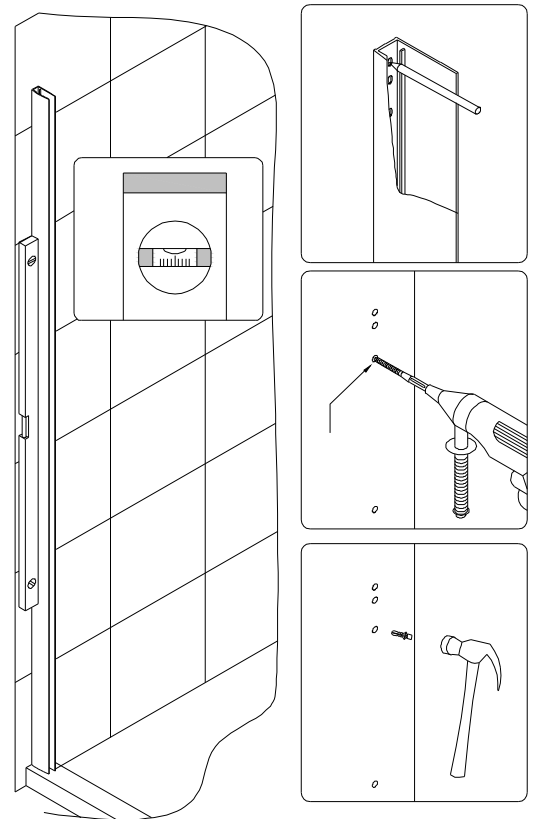

Рис. 1
1. Приложите **Наружний профиль для стеклянной двери (01)** к стене и выровняйте его вертикально. Отметьте отверстия на стене сквозь отверстия в **Наружнем профиле для стеклянной двери**. Отложите **Наружний профиль для стеклянной двери** в сторону, просверлите отверстия используя  $\varnothing=8\text{мм}$  сверло и вставьте **Дюбеля (12)**. Рис. 1